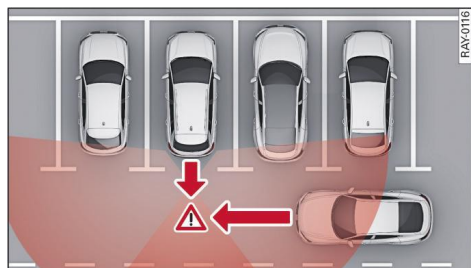

Fig. 127 Zona de detección de los sensores del sistema de asistencia trasero para el tráfico transversal
El sistema de asistencia trasero para el tráfico transversal vigila el entorno trasero y lateral del vehículo con ayuda de los sensores de radar dispuestos en las esquinas traseras del vehículo. El sistema puede detectar objetos en movimiento que se acercan, como p. ej. coches ⇒ fig. 127. Al desaprocar se le ofrece ayuda mediante una indicación en el MMI ① y diferentes avisos.